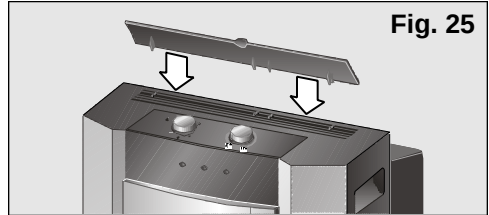

Fig. 25
- ☐ Alzare l'orientatore d'aria situato nella parte superiore dell'apparecchio. Nei modelli **PA0630M** quest'orientatore non è installato con l'apparecchio. Vedasi **figure 25 e 26** nel punto "Riscaldamento".